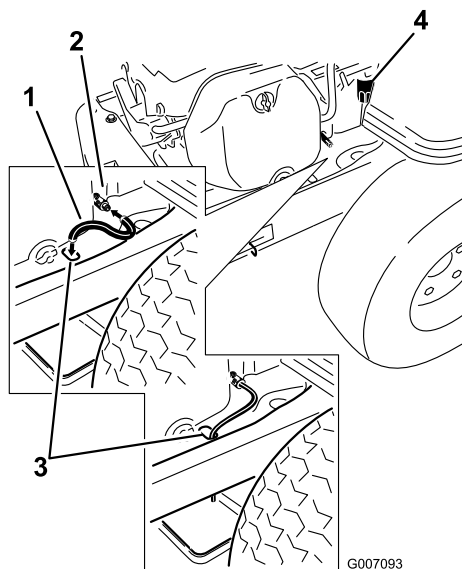

Figura 26
5. Limpie la zona alrededor del tapón de vaciado, situado en el bastidor de la máquina. Localice el tubo de vaciado y colóquelo sobre la válvula de vaciado (Figura 26).
6. Pase el otro extremo del tubo de vaciado del aceite a través del orificio de vaciado del bastidor (Figura 26).